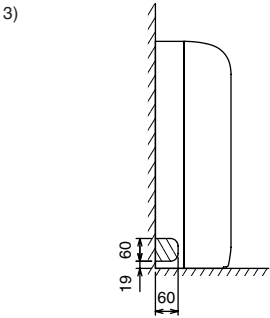

Fig. 3-9
- 3) Для левого трубопровода (Fig. 3-9)